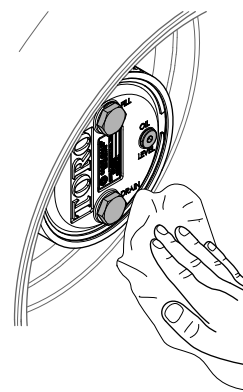

Рисунок 70
3. Начисто протрите корпуса планетарного редуктора и тормоза (Рисунок 70).